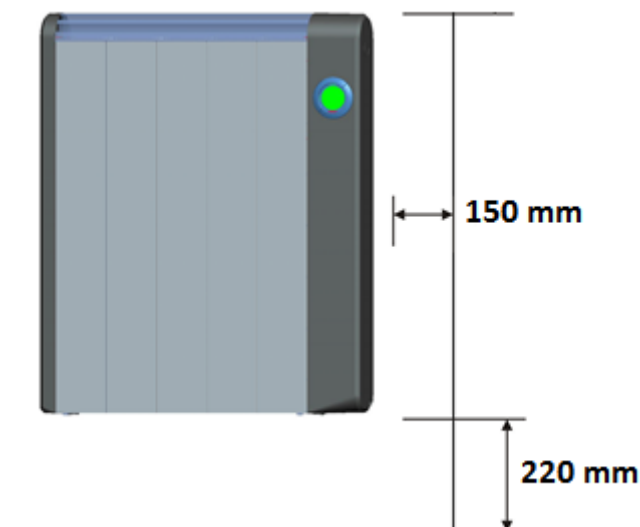

Figura 2
2. O radiador deve ser colocado a pelo menos 150 mm de todos os objetos, paredes, etc. (ver figura 2).
A distância mínima do solo deve ser de 220 mm, do topo do radiador deve ser de 150 mm e, do topo, 300 mm (ver figura 2)